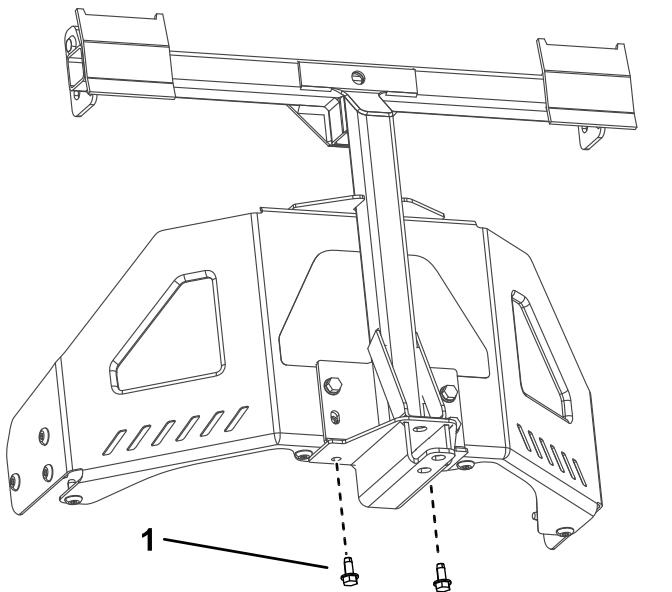

Bild 9
3. Befestigen Sie den Drehrahmen mit zwei Blechschauben (5/16" x 3/4") an der Unterseite des Maschinenrahmens, wie in Bild 9 abgebildet.